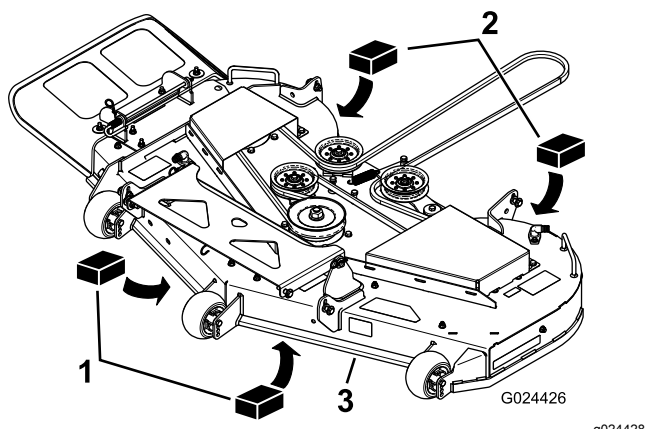

Figura 72
3. Coloque dois calços de 6,66 cm debaixo de cada lado da extremidade frontal da plataforma, mas não debaixo dos suportes do rolo antidanos (Figura 72).
4. Coloque dois calços de 7,3 cm de espessura debaixo da extremidade traseira da aba da plataforma de corte; um em cada lado da plataforma de corte (Figura 72).